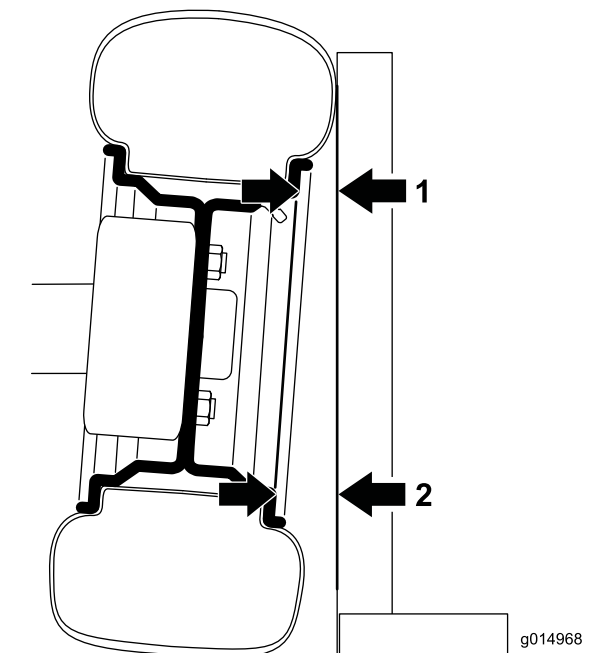

Figura 31
1. Per controllare l'inclinazione posizionate una squadra a 90 gradi sul terreno con il lato verticale a contatto con la parte anteriore del pneumatico (Figura 31).
2. Misurate dalla stessa parte del bordo sulla parte superiore e inferiore del pneumatico fino alla squadra (Figura 31). La distanza della misurazione inferiore deve superare di 2,3 mm la misurazione superiore. Concludete la misurazione su entrambi i pneumatici anteriori prima di procedere alla regolazione.